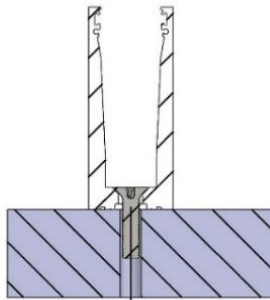

Figura 2
- Tener en cuenta, que los taladros de fijación tienen que quedar a una distancia mínima de 70mm del borde del suelo para el perfil “U” (Figura 2).